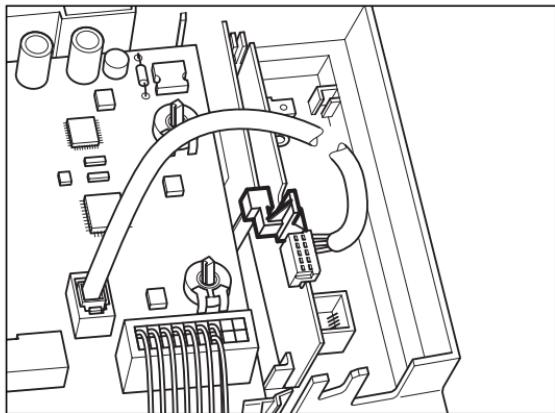

Fig. 4.3 Stabilizzazione scheda elettronica con clip 1
- Inserire la scheda elettronica (1) con la clip nel vano (2) della scatola comandi.
- Collegare il cavo bus (3) al connettore edge (4) del circuito stampato di vrnetDIALOG.
- Inserire l'altro morsetto di collegamento del cavo bus nello slot (5) sul circuito stampato dell'apparecchio di riscaldamento.
- Montare il circuito stampato nella scatola comandi come illustrato alla fig. 4.3 a 4.5.